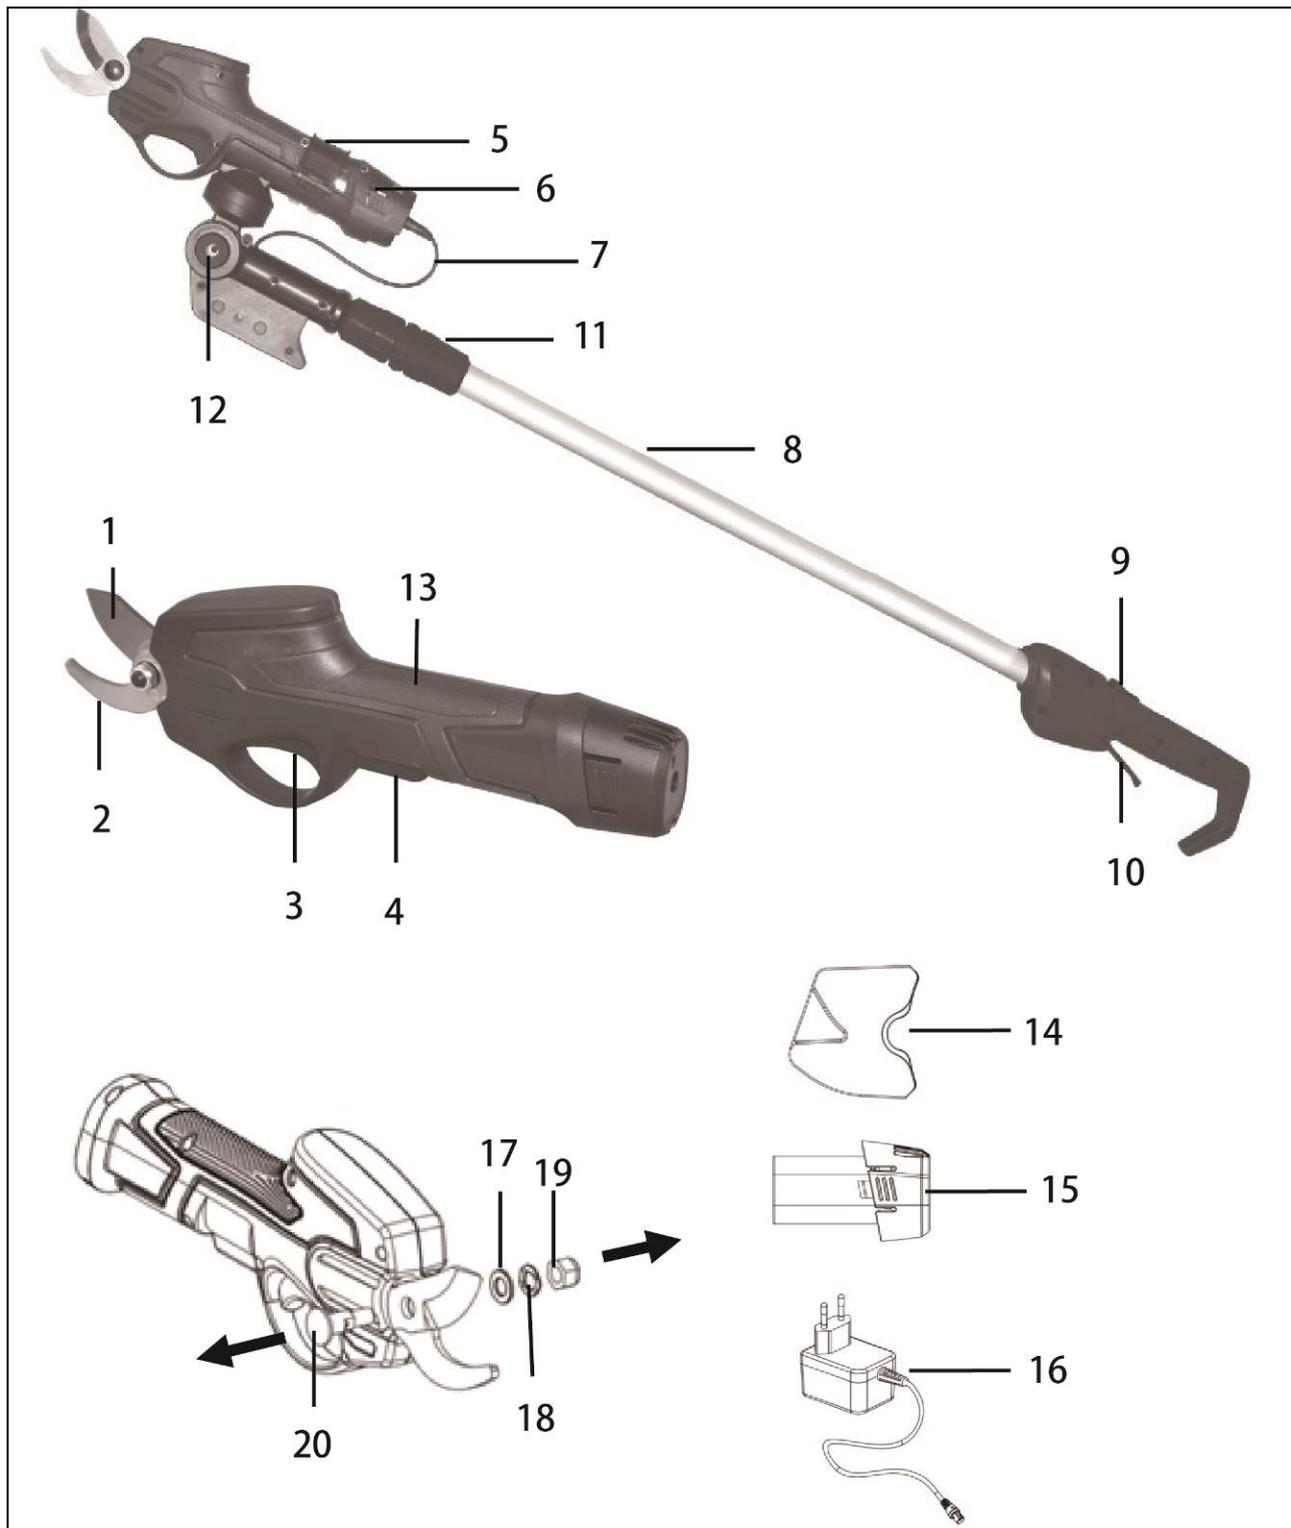
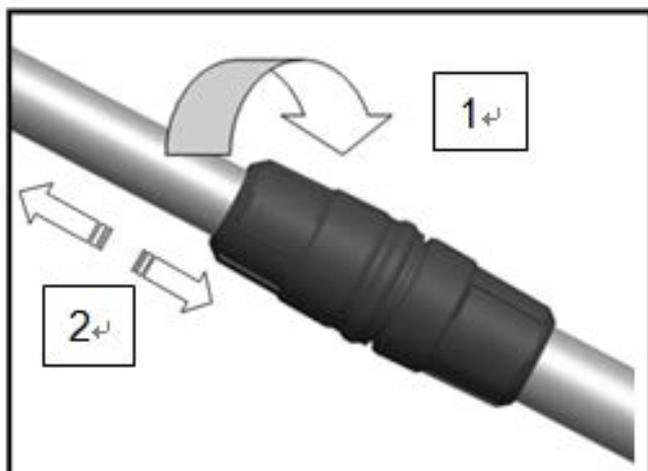

Fig. 1
Рис. 15
Закрытие режущего элемента 1 (Рис. 1)
Активируйте кнопку защитной блокировки (Рис. 1 / поз. 4), одновременно нажав на нее и на выключатель (Рис. 1 / поз. 3).
Отпустите выключатель (Рис. 1 / поз. 3).
С помощью телескопической штанги (Рис. 1) можно обрезать более высокие ветви.
1. Чтобы увеличить или уменьшить длину телескопической штанги (Рис. 1 / поз. 8), ослабьте (Рис. 15) зажимную муфту телескопической штанги (Рис. 1 / поз. 11).
Для регулировки угла наклона нажмите кнопку вращения (Рис. 1 / поз. 12) с обеих сторон. Теперь можно установить высоторез под нужным углом. Отпустите кнопку и дайте высоторезу заблокироваться в нужном положении, чтобы зафиксировать угол наклона. Доступны четыре различных угла блокировки. Диапазон регулировки: от 0° до 90°.
Удерживайте соединительную штангу одной рукой, а кронштейн высотореза (Рис. 1 / поз. 6) другой рукой. Поверните кронштейн высотореза под требуемым углом. Диапазон регулировки: от -90° до +90°.
Чтобы закрыть режущий элемент, активируйте кнопку защитной блокировки на рукоятке (Рис. 1 / поз. 9), одновременно сдвинув ее вперед и нажав на выключатель на рукоятке (Рис. 1 / поз. 10).
Чтобы открыть режущий элемент, отпустите выключатель на рукоятке (Рис. 1 / поз. 10).